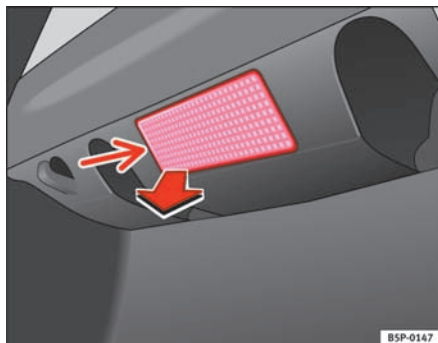

Fig. 167 Bagagerumslys
- Tag lampens glas af ved at trykke på den nederste kant med en skruetrækker (pil) ⇒ fig. 167.